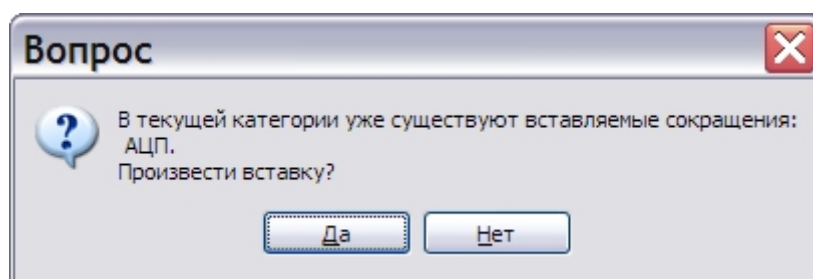

Рис. 7.14
3. В левом окне выберите категорию, в которую необходимо переместить или скопировать сокращения, и нажмите на кнопку **Вставить**  или комбинацию клавиш CTRL+V, SHIFT+INSERT. Если в этой категории уже существуют вставляемые сокращения, то появится окно с запросом (Рис. 7.14).